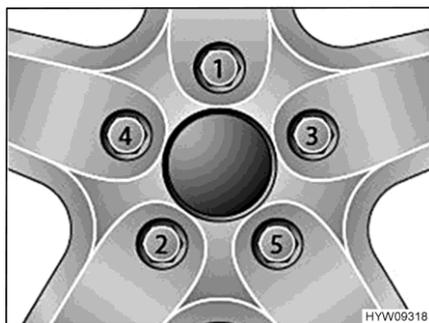

Fig. 82 Serraggio a croce di dadi delle ruote e bulloni delle ruote
- Serrare i dadi delle ruote o i bulloni delle ruote nell'ordine riportato in Fig. 82. A tale scopo, utilizzare una chiave dinamometrica e rispettare la coppia di serraggio indicata (vedi paragrafo 14.5).
- Controllare regolarmente il serraggio dei dadi o dei bulloni. Regolare il serraggio dei dadi delle ruote o dei bulloni delle ruote di una ruota sostituita dopo circa 50 km. A tale scopo, procedere seguendo l'ordine indicato in Fig. 82.
- Se si utilizzano cerchioni nuovi o riverniciati, regolare il serraggio dei bulloni o dei dadi dopo altri 1000 - 5000 km. A tale scopo, procedere seguendo l'ordine indicato in Fig. 82.